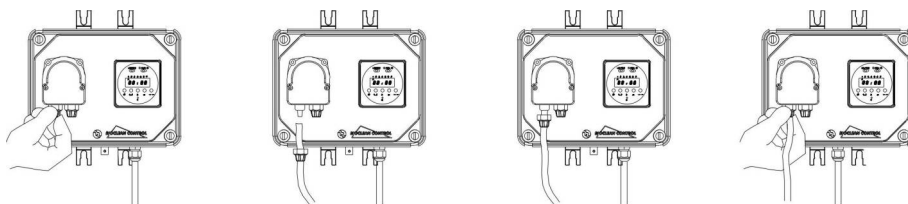

fig. 4
- d.- Inserire fino in fondo i tubetti sui relativi attacchi conici e bloccarli con le apposite ghiera di fissaggio (fig. 4)